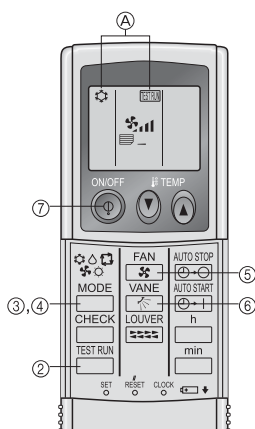

Fig. 7-7
7.2.2. Με ασύρματο τηλεχειριστήριο (Fig. 7-7)
- ① Τροφοδοτήστε με ρεύμα τη μονάδα τουλάχιστον 12 ώρες πριν τη δοκιμαστική λειτουργία.
- ② Πιέστε το κουμπί **[TEST RUN]** (ΕΛΕΓΧΟΣ) δύο φορές συνεχόμενα.